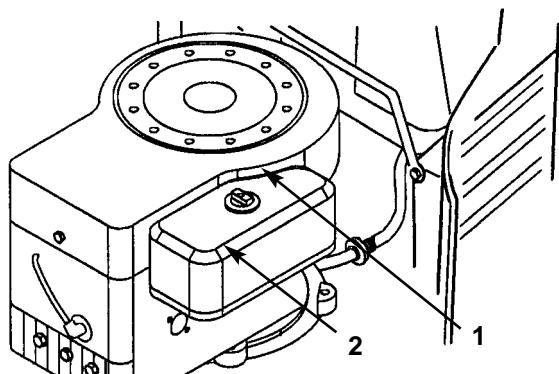

Fig. 27
3. Pulite attorno al filtro dell'aria per impedire che lo sporco entri nel motore, danneggiandolo. Svitate la manopola e togliete il coperchio del filtro dell'aria (Fig. 27).
- 3. Montate il coperchio del filtro dell'aria e la manopola (Fig. 27). Stringete la manopola con precisione.